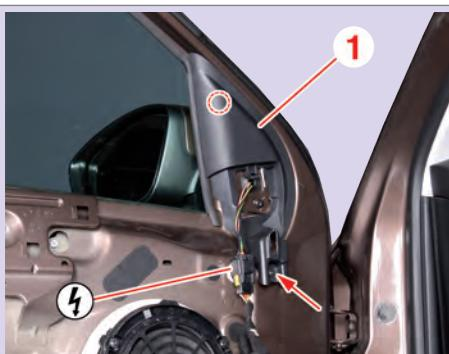
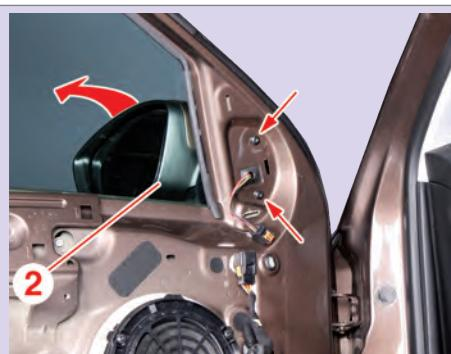

Fig.1
Fig.2
- Débrancher le connecteur (Fig.1).
- Déposer le cache (1).
- Déposer le rétroviseur extérieur (2) (Fig.2).